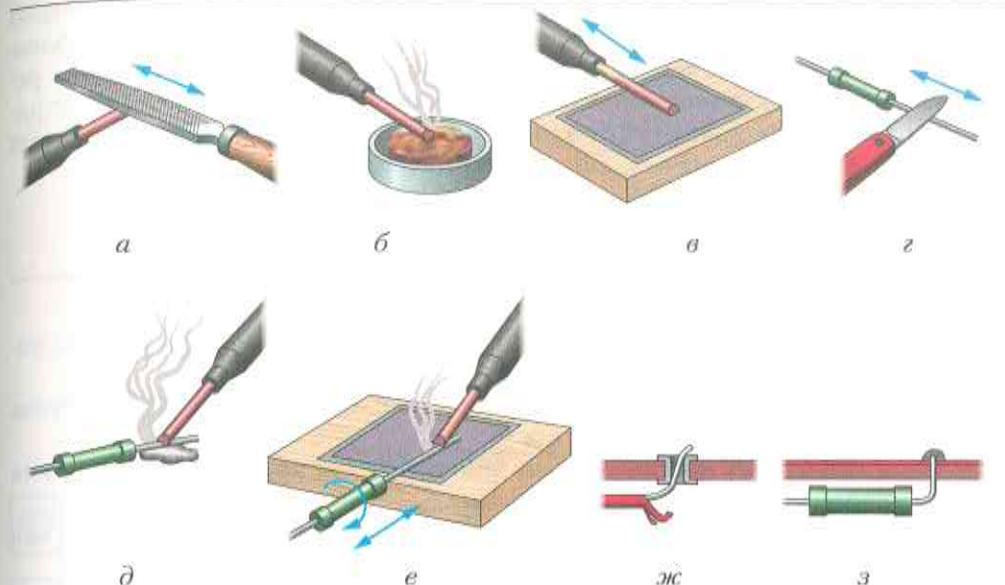

Рис. 34. Процесс пайки:
Процесс пайки монтажных соединений состоит из ряда основных и подготовительных операций (рис. 34, табл. 9). Рассмотрим эти операции.
1. Зачистить жало разогретого паяльника напильником (рис. 34, а).
2. Поместить жало паяльника в канифоль или другой флюс (рис. 34, б).
3. Набрать припой на жало паяльника и распределить его тонким слоем по поверхности жала (рис. 34, в).
4. Зачистить выводы деталей или концов проводов (рис. 34, г).
5. Покрыть зачищенные поверхности флюсом с помощью подготовленного паяльника (рис. 34, д).
6. Покрыть зачищенные поверхности тонким слоем припоя с помощью паяльника (рис. 34, е). Эта операция называется лужением.
7. Закрепить или плотно прижать паяемые детали друг к другу (рис. 34, ж).
8. Взять жалом паяльника небольшое количество припоя, опустить жало в канифоль и немедленно прижать к месту пайки, чтобы металл в месте соединения нагрелся до температуры расплавленного припоя. После того как место пайки прогреется, по нему распределяют равномерным слоем припой. Как только припой растечётся и покроет место пайки, паяльник удаляют, давая остыть расплавленному припою. Место пайки не рекомендуется трогать в течение 40 секунд (рис. 34, з). Оно должно быть блестящим, без наплывов. Нельзя перегревать паяльник — это приводит к быстрому выгоранию флюса и ухудшает свойства припоя.